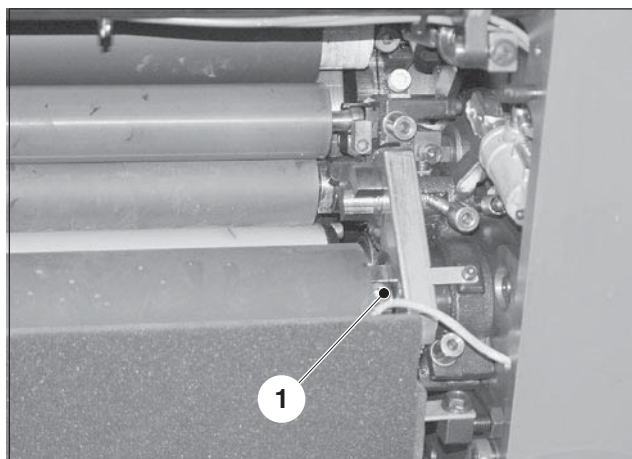

図 9 水元ローラ 14 の駆動側
1. 駆動側の軸受けジャーナルにあるネジ（図 9/1）を緩めて取り外します。